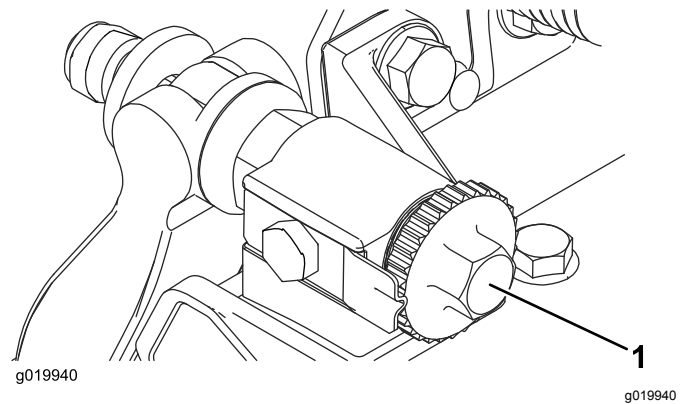

Bild 8
2. Drehen Sie die Einstellschrauben des Untermesserträgers nach links, um sicherzustellen, dass der Untermesserträger nicht die Spindel berührt (**Bild 8**).